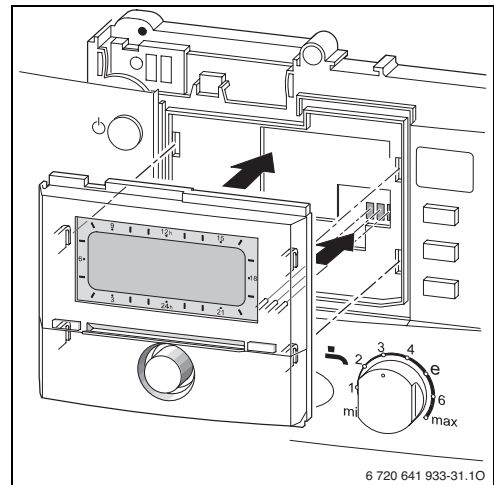

Fig. 6
- ▶ Le montage du régulateur entraîne l'établissement automatique de la connexion BUS via les trois contacts (→ Fig. 6 page 11).